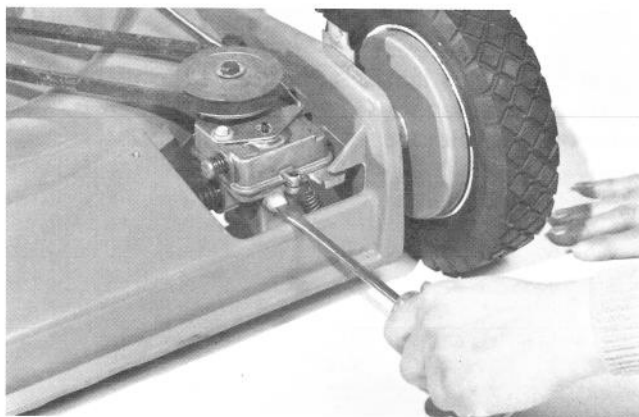

Figure 31
3. Placez la tondeuse sur une surface plane et de niveau, nettoyez le tour du bouchon en plastique et enlevez le bouchon du boîtier d'engrenages. L'huile à engrenages devrait s'écouler par le trou dans le boîtier si elle est au niveau voulu (Fig. 31). Si l'huile ne déborde pas, ajoutez de l'huile à engrenages: passez au n° 4.